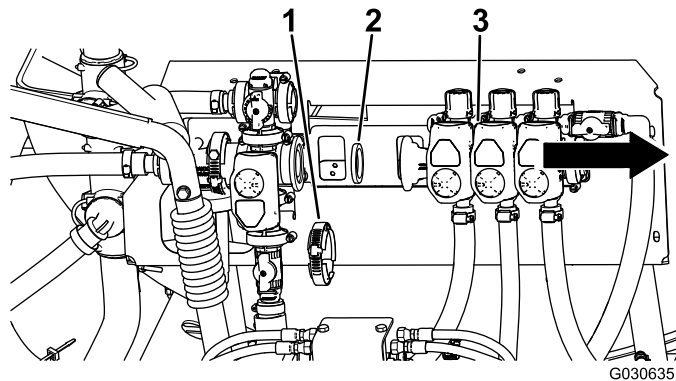

図 5
4. ブームバルブアセンブリを、攪拌バルブから注意深く取り外す図5。
5. バルブボディについている既存のガスケットを外す(図5)。